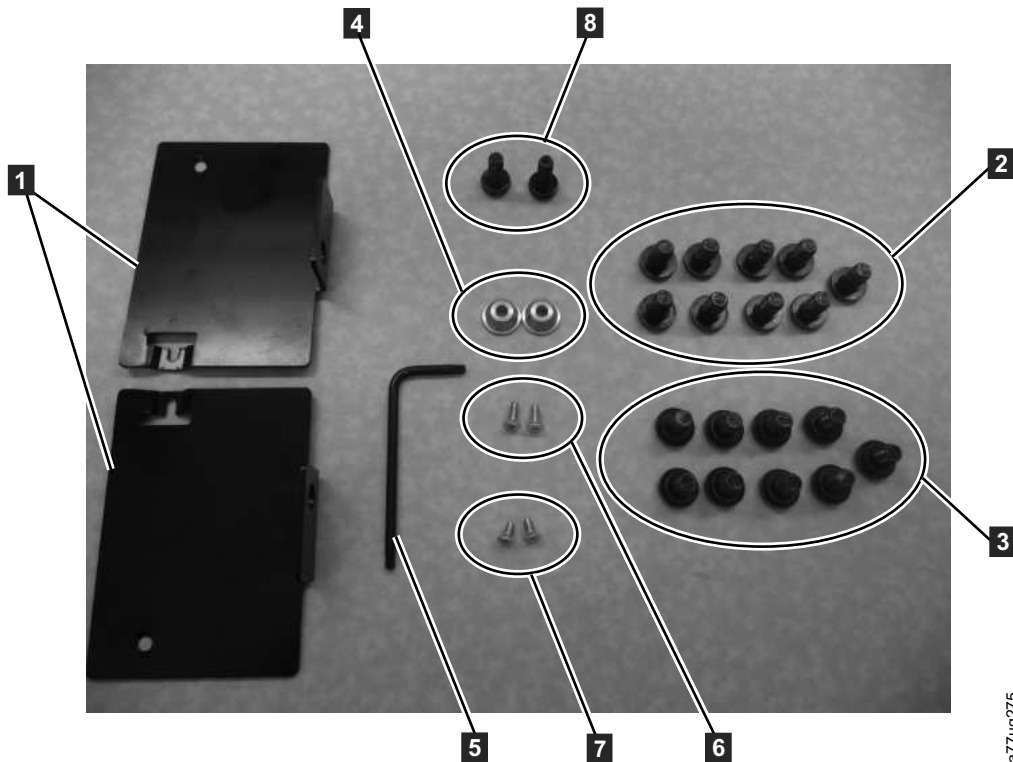

Abbildung 24. Rackeinbausatz A - Teile für die Montage
1. Überprüfen Sie, welcher Rackeinbausatz in Ihrer Lieferung enthalten ist. Obwohl es zwei verschiedene Rackeinbausätze gibt, sind die zur Installation erforderlichen Schritte identisch. Wenn Sie festgestellt haben, welcher Rackeinbausatz bei Ihnen vorliegt, informieren Sie sich unter Abb. 24 auf Seite 45 über die erforderlichen Installationsschritte.
- 2 Halterungen ( **1** in Abb. 24)
- 1 Inbusschlüssel ( **5** in Abb. 24)
**Anmerkung:** Für die Installation werden acht (8) Schrauben benötigt. Sicherheitshalber liegt eine zusätzliche Schraube bei.